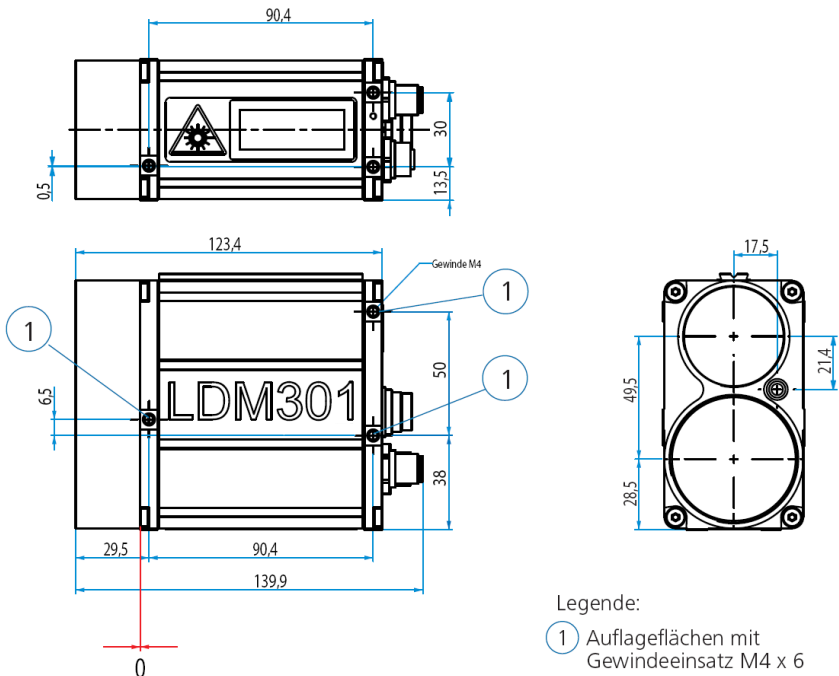

Abbildung 8 Einbaumaße und Lage des Nullpunktes (Maße in mm)
Das LDM301 besitzt auf beiden Seiten des Gehäuses und auf der Geräteunterseite je 3 Auflageflächen mit Gewindebohrungen (M4) zur Befestigung des Gerätes (Abbildung 8).
1. Befestigung an einer der Seitenflächen: Für die Befestigung an den Seitenflächen besitzt das LDM301 drei Auflagepunkte (Abbildung 8) mit Gewindebohrungen (M4 x 6)
2. Befestigung am Gehäuseboden: Für die Befestigung am Gehäuseboden besitzt das LDM301 ebenfalls drei Auflagepunkte (Abbildung 8) mit Gewindebohrungen (M4 x 6)
Der Pilotlaser (siehe Abbildung 8, Ziffer 7) unterstützt während der Inbetriebnahme die Ausrichtung des LDM301 auf das Ziel. Er ist ein Laser der Laserklasse 2 und arbeitet im sichtbaren Bereich bei 635 nm (rot). Der Pilotlaser ist nicht parallel zum Messlaser ausgerichtet, sondern schneidet diesen in einer Entfernung von 75m.
Als Schnittstellen stehen beim LDM301, abhängig von der Geräteausführung (siehe 4.3 Ausführungen), neben dem Geräteanschluss (siehe Abbildung 8, Ziffer 11) mit der RS232- oder RS422-Schnittstelle entweder die SSI-Schnittstelle (Abbildung 9, Ziffer 3) oder die Profibus-Schnittstelle (Abbildung 9, Ziffer 4, 5) zur Verfügung.